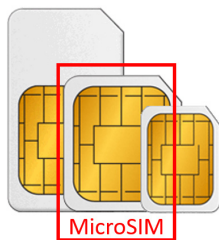

Рисунок 22. Нужный типоразмер SIMкарты — MicroSIM
1. стартовый пакет оператора мобильной связи (с SIMкартой формата MicroSIM, см. рис. 22);